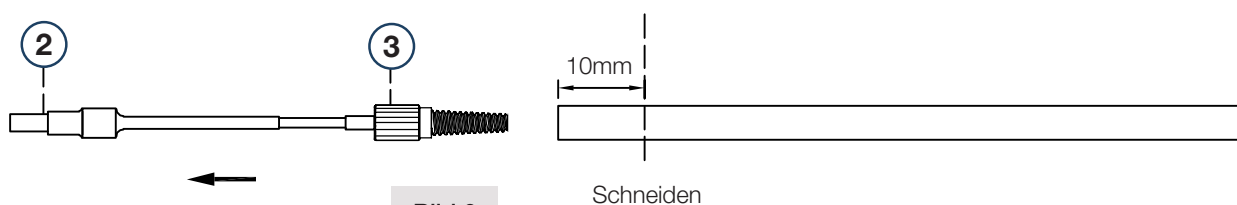

Bild 6
1. Schneiden Sie am Ende des Hydraulikschlauchs 10 mm ab, nachdem Sie den Hydraulikschlauch durchgeführt und den Hydraulikschlauchadapter entfernt haben (3). (siehe Bild 6)